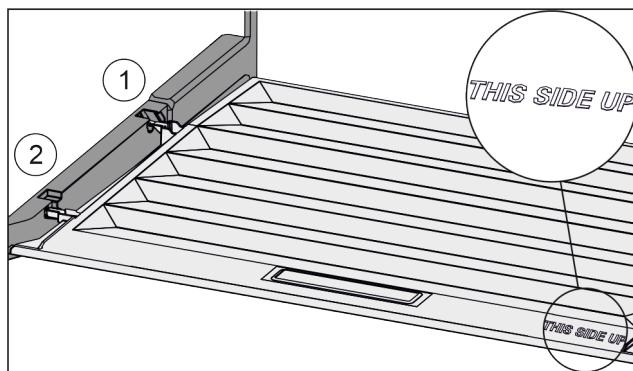

Fig. 143
- Пъхнете шийките на капака през отвора в задния държач Fig. 143 (1) и фиксирайте отпред в държача Fig. 143 (2).